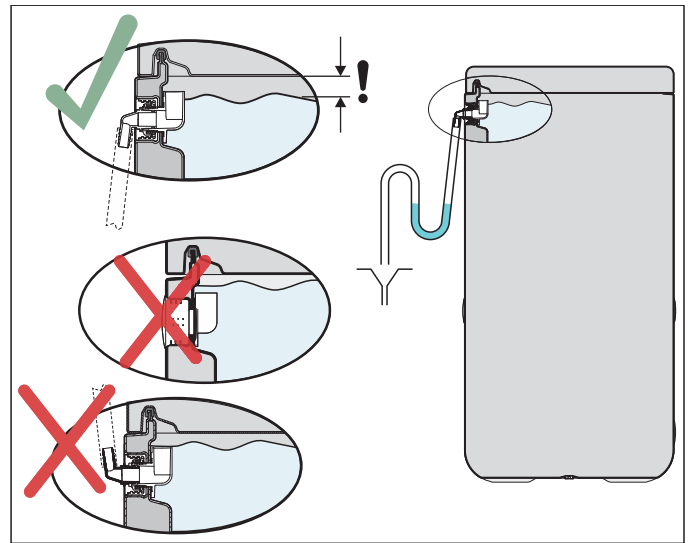

Bild 3-6 Montage Ablaufschlauch am Sicherheitsüberlauf
- 6 Ablaufschlauch mit dem Anschlussstück für Sicherheitsüberlauf verbinden (siehe Bild 3-6 und Bild 2-1, Pos. 23).